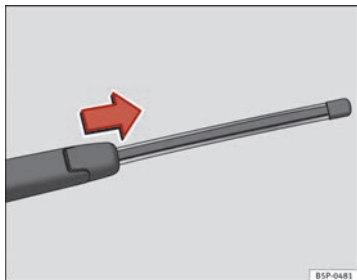

Abb. 149 Heckwischerblatt abnehmen
- Klappen Sie den Scheibenwischerarm von der Heckscheibe weg ⇒ Abb. 149.
- Schieben Sie den Wischerblattadapter in Pfeilrichtung und ziehen Sie das Wischerblatt ab ⇒ Abb. 149.